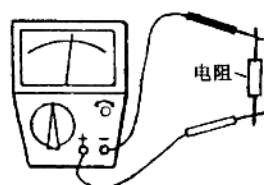
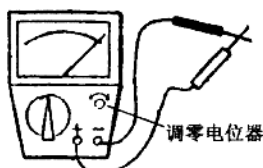

图 1-19 测量电阻时指针尽量靠刻度中心
图 1-20 万用表调零
(4) 正确使用欧姆挡：测量电阻时，指针愈近刻度中心，读数愈准确（图 1-19），所以有必要选择适当的量程倍率。测量电阻前应把表笔短路，旋转调零旋钮，使表针摆到欧姆挡刻度线最右边零刻度（图 1-20）后再测量。如万用表无法调零，则表明电池已用尽，电压不足了，应换新电池。